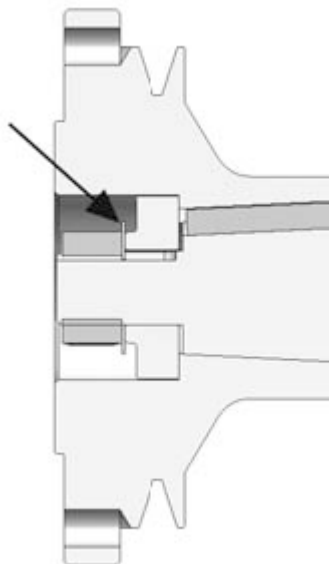

Figura 30. Distanziale ribattuto contro il dado.
9. Ribattere un lato del distanziale contro il dado (figura 30) usando un punzone di acciaio.